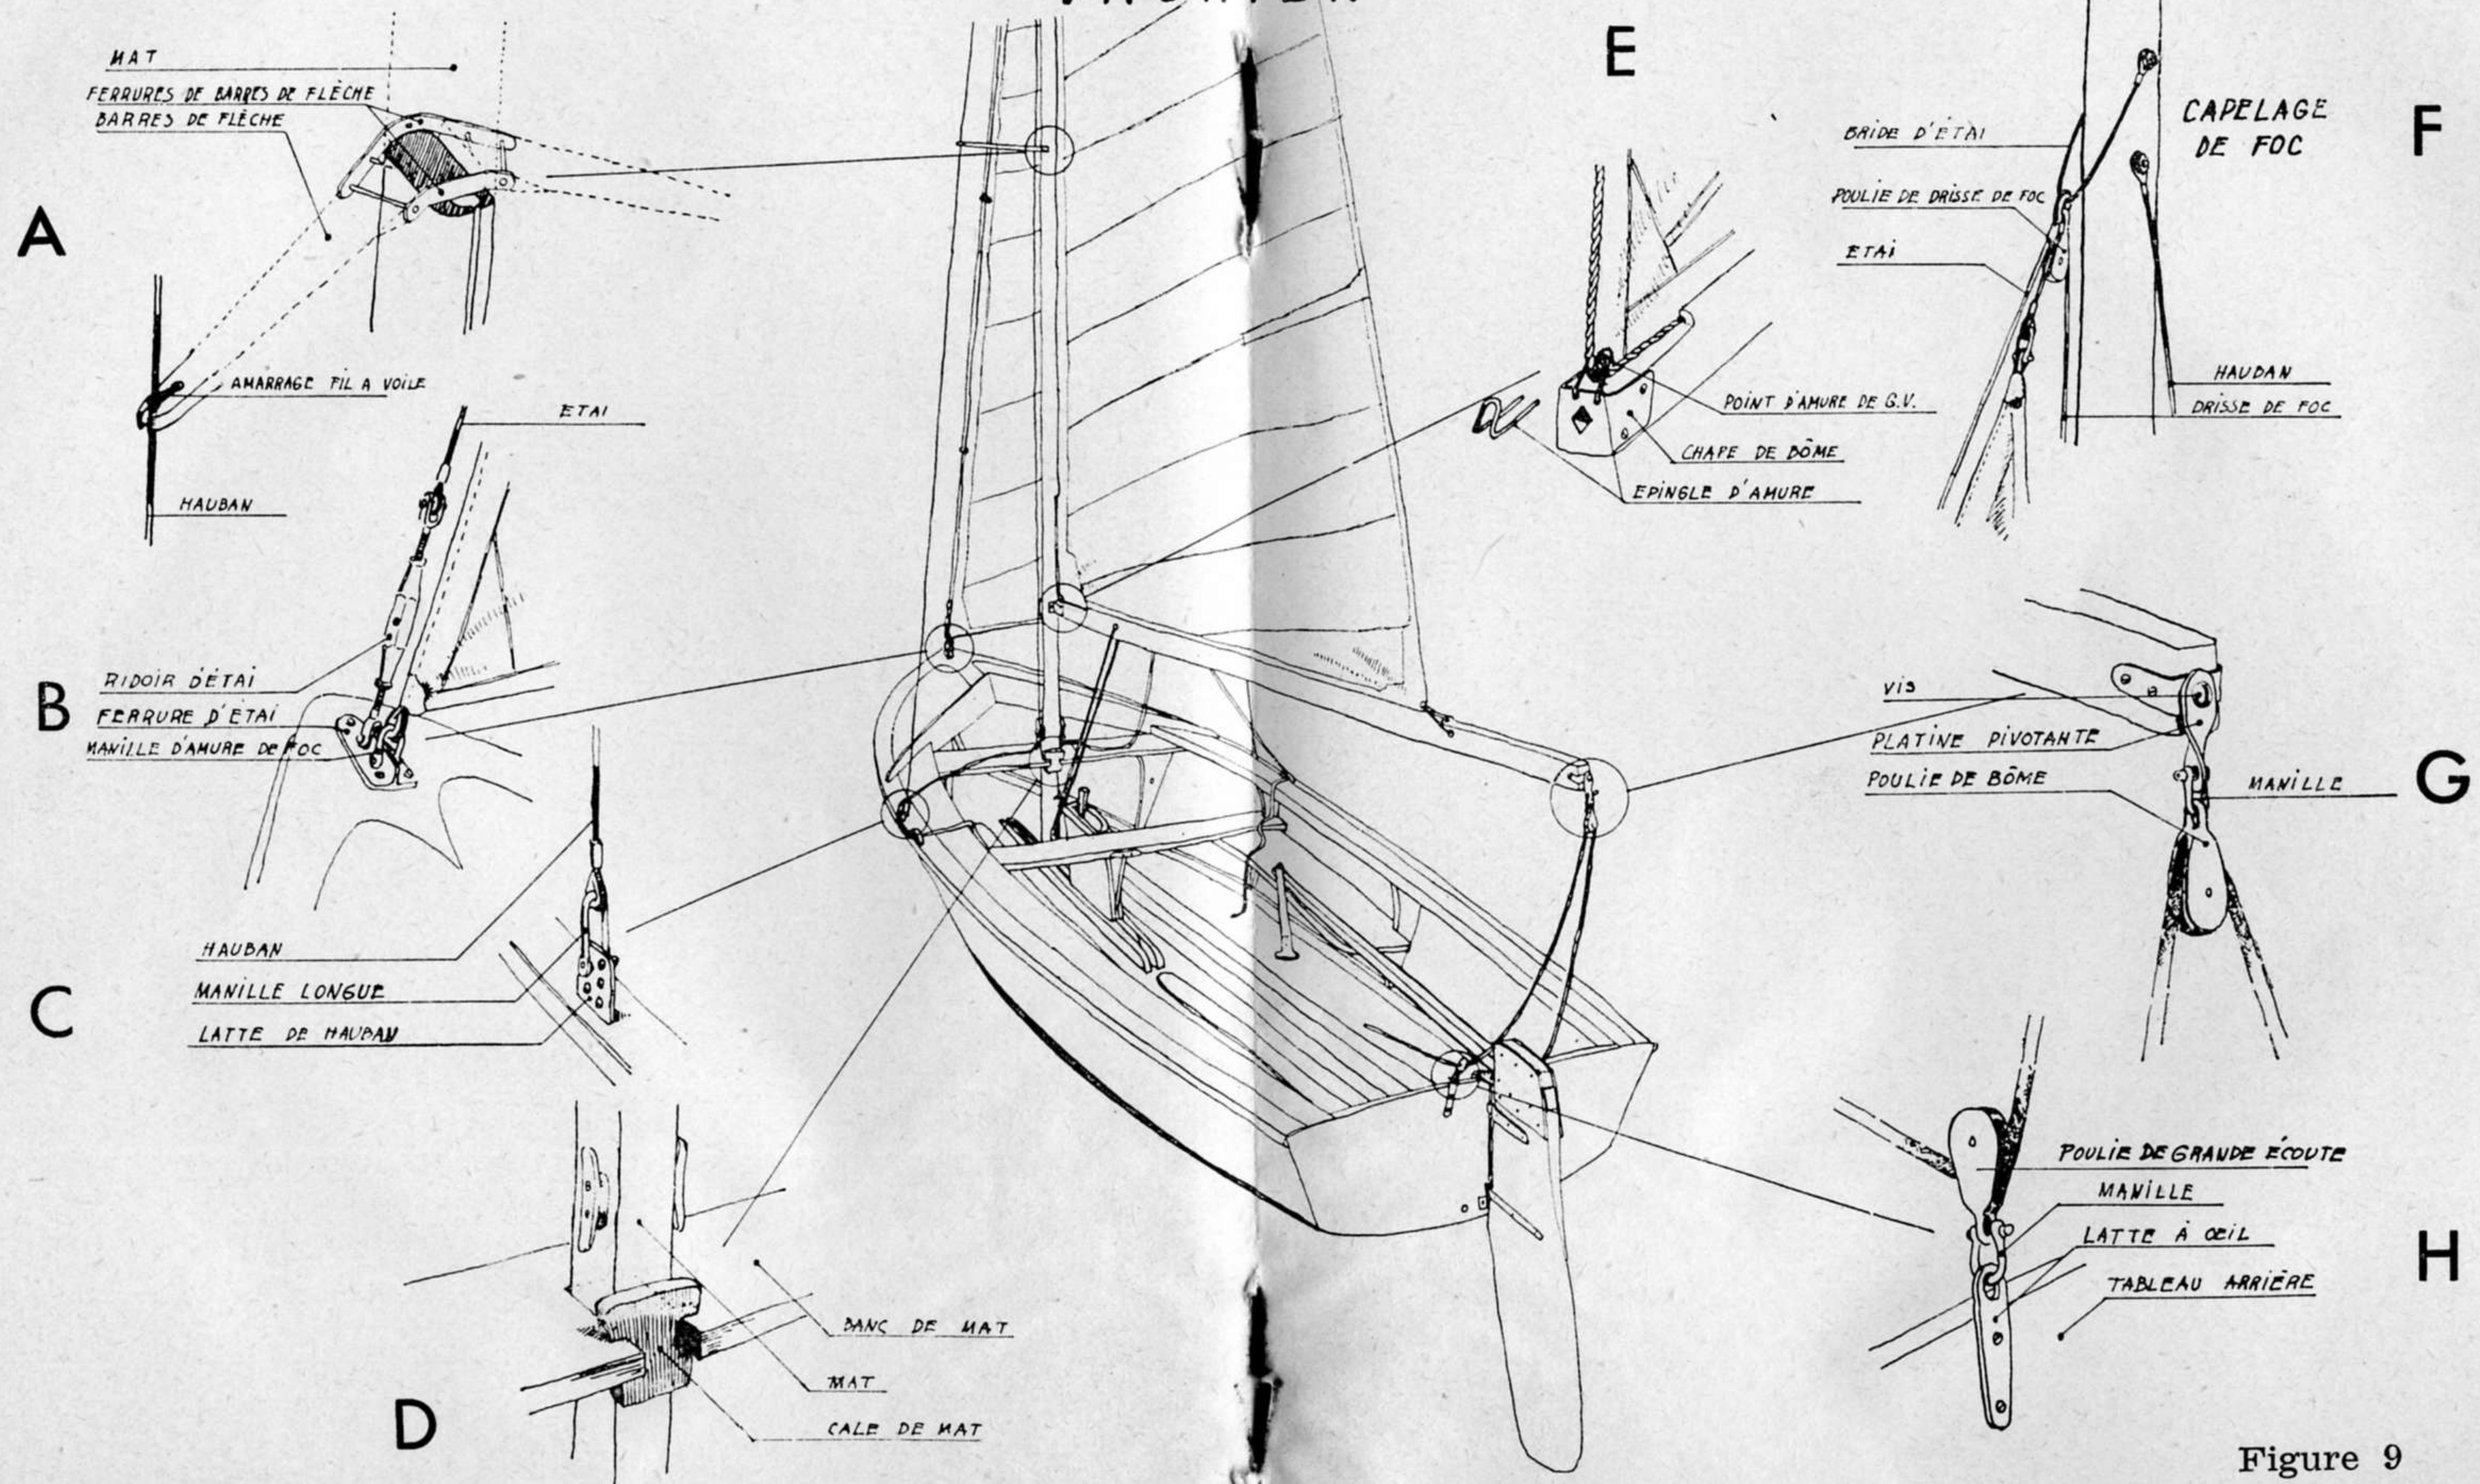

Figure 9
bôme ; faire passer l'extrémité de l'écoute par la poulie du tableau d'avant en arrière, puis par la poulie de bôme et enfin par le trou du tableau où elle est arrêtée par un nœud simple. (fig. 9 G et H).
a) **Foc.** — Au moyen de manilles, fixer l'amure du foc au second trou de la ferrure d'étrave (fig. 9 B), ainsi que la tête de cette voile à la drisse après s'être assuré que celle-ci soit bien claire dans le haut. Mailler les mousquetons à l'étai en commençant par celui du bas. Les écoutes sont passées par l'extérieur dans les conduits de chaque bord en dehors des haubans, un nœud en lacs est fait aux extrémités.
Engager entièrement la ralingue de bordure dans la rainure de la bôme par le point d'écoute et fixer l'amure au moyen de l'épingle spéciale. (fig. 9 E).
**Hale Bas.** — Un trou est prévu dans la bôme pour le passage du hale bas dont une extrémité est à fixer à la ferrure au pied du mât. L'autre extrémité revient dans la ferrure et est amarrée après tension par une demi clé et une ganse pincée. (fig. 9).